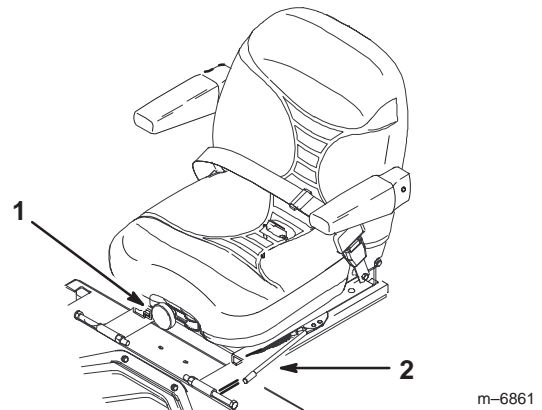

Figure 25
1. Poussez le levier sur le côté pour débloquer le siège (Fig. 25).
1. Pour ce faire, tournez le bouton à l'avant dans un sens ou dans l'autre pour obtenir la position la plus confortable (Fig. 25).